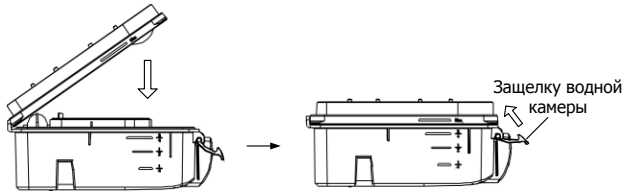

Рис. 5-6
(3) Сборка водной камеры: совместить две части водной камеры вместе, как показано на Рис. 5-6. Сильно нажмите до щелчка.